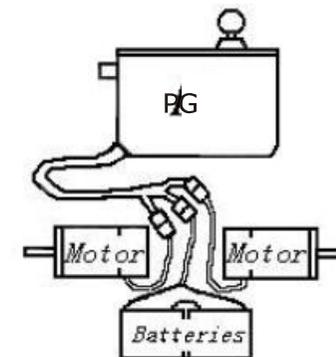

Ilustración 4
- 1). Encuentre el cable de la batería y enchufelo en el conector debajo del asiento de la silla (ver ilustración 4)